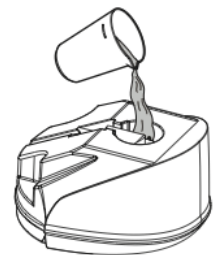

Fig.4
3. Füllen Sie den Wassertank bis zu oder unterhalb der „MAX“ Fülllinie mit klarem Leitungswasser. (Fig.4)